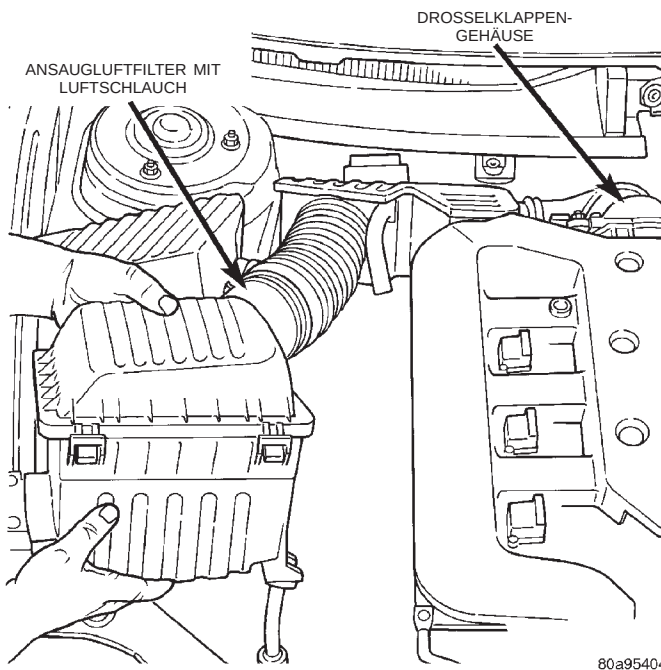

Abb. 29 Ansaugluftfilter mit Einlassschlauch
(6) Ansaugluftfilter mit Lufteinlassschlauch ausbauen (Abb. 29).
(7) Oberen Kühlerquerträger ausbauen. Näheres hierzu siehe Kapitel 23, "Karosserie".
(8) Entriegelungsseilzug an der Motorhaubenverriegelung aushängen.
(9) Lüftereinheit ausbauen.
(10) Kühlsystem entleeren. Näheres hierzu siehe Kapitel 7, "Kühlsystem".